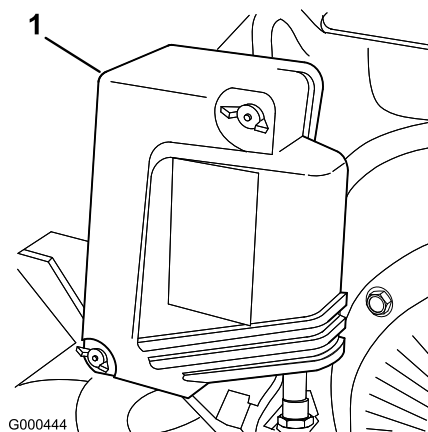

Figura 22
2. Togliete i dadi ad alette che fissano il coperchio del filtro dell'aria al filtro, togliete il coperchio, e pulitelo accuratamente (Figura 22).